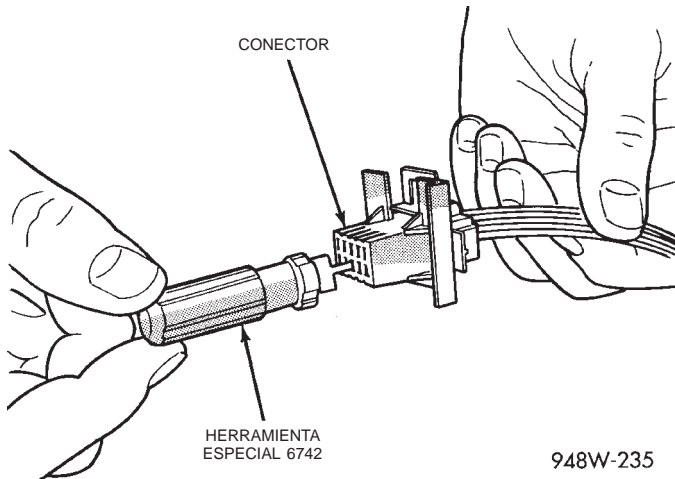

Fig. 11 Utilización de la herramienta especial 6742
(4) Utilizando la herramienta especial 6742 libere las garras de traba del terminal (Fig. 11).
(5) Tire del cable para sacarlo del conector.
(6) Repare o reemplace el conector o terminal, según sea necesario.